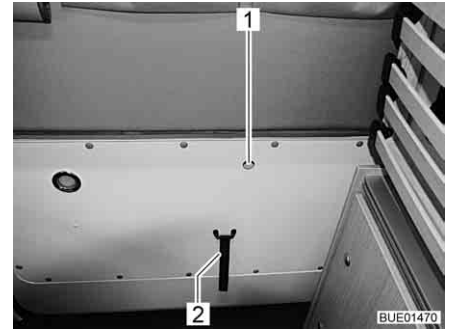

Fig. 32 Déverrouillage du portillon arrière, intérieur
- Tirer le petit levier dans l'ouverture (Fig. 32,1) du doigt vers le haut et pousser simultanément le portillon arrière.
- Saisir le bord du portillon arrière ou la boucle (Fig. 32,2) et fermer le portillon.